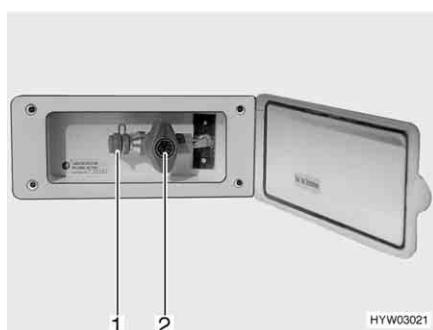

Fig. 48 Presa gas esterna, rubinetto di arresto del gas chiuso
La presa gas esterna (Fig. 48) si trova, a seconda del modello, nella parte posteriore o sul lato destro o sinistro del veicolo.
- Collegare l'apparecchio a gas esterno all'attacco (Fig. 48,1).
- Aprire il rubinetto di arresto del gas (Fig. 48,2).